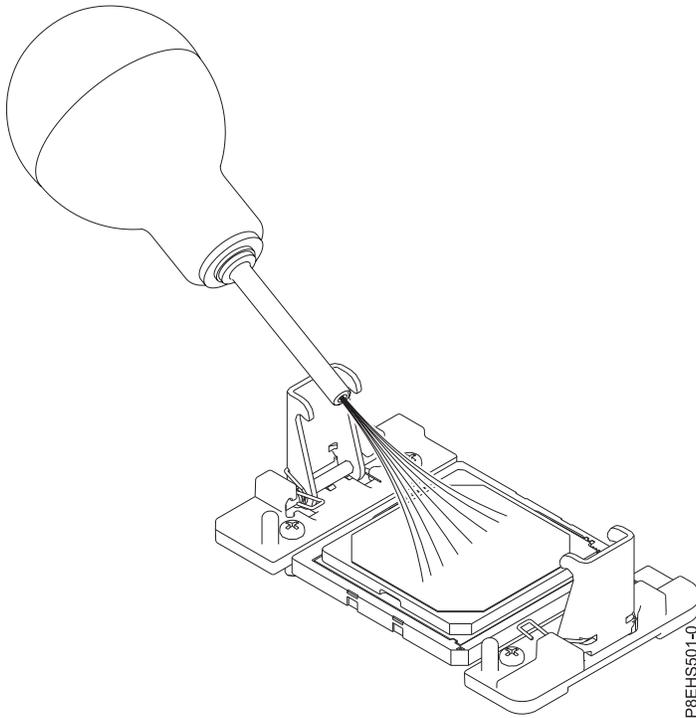

Figura 73. Removendo poeira e fragmentos da área do módulo de processador do sistema
- a. Se houver poeira ou fragmentos, use a bomba de ar fornecida (número da peça 45D2645) para limpar a área do módulo de processador do sistema. Solte pequenas rajadas de ar do centro para os lados do módulo de processador do sistema, conforme mostrado em Figura 73 na página 66. Se sua bomba de ar não estiver montada conforme mostrado em Figura 73 na página 66, prenda a ponta na bomba.